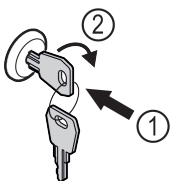

Fig. 58 Voorbeeld
- Sleutel erin duwen Fig. 58 (1).
- Sleutel 90° rechtsom draaien Fig. 58 (2).